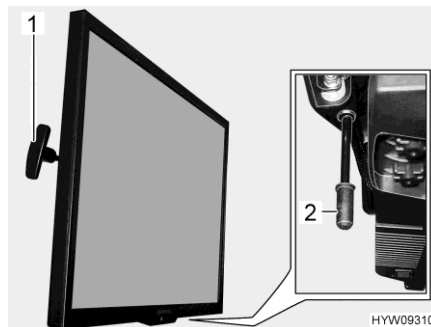

Fig. 97 Ecran plat
- Tirer la poignée (Fig. 97,1) et la maintenir tirée. L'écran plat est déverrouillé.
- Tirer la poignée (Fig. 97,2) vers le bas et le maintenir ainsi. L'écran plat est déverrouillé.